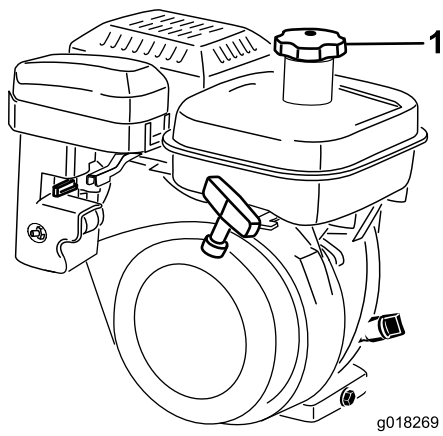

Figure 25
1. Nettoyez la surface autour du bouchon du réservoir de carburant et enlevez le bouchon (Figure 25). Ne remplissez pas le réservoir de carburant plus haut que la base du filtre.